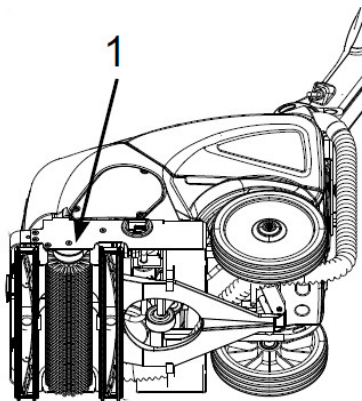

Abb. 27: Einbau der Bürstenwalze
Schritt 3: Ziehen Sie die Bürstenwalze (Pos.1, Abb.27) aus ihre Aufnahme heraus.